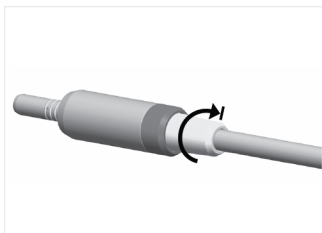

図.3
4. モータを保持してホーススリーブを後部モータ接続部に完全にねじ込みます。(図3)。